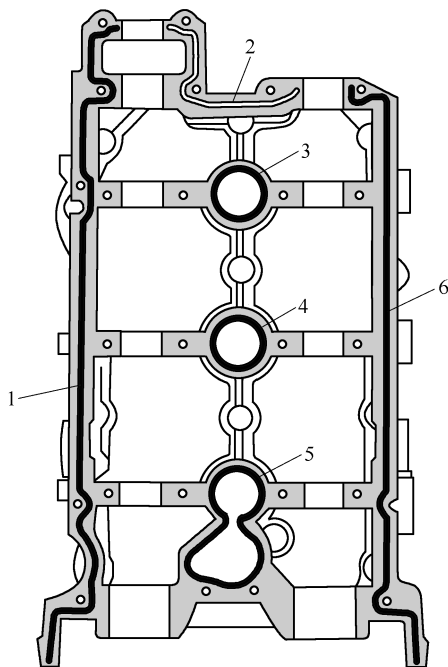

图 1-5-27 涂抹密封剂条
(11) 重新旋转梯形架。
(12) 如图 1-5-27 所示，将密封剂条 1~6 涂抹在梯形架的干净密封面上。密封面上的凹槽箭头必须全部填满密封剂。密封剂条必须比密封面高出 1.5~2.0mm。